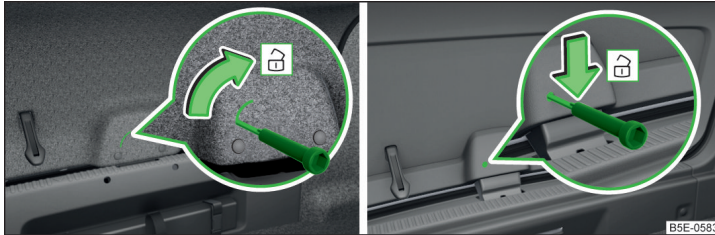

Abb. 345 Klappe entriegeln: Variante 1 / Variante 2
- › In die Aussparung bzw. Öffnung in der Klappenverkleidung » Abb. 345 einen Schraubendreher oder ein ähnliches Werkzeug bis zum Anschlag einführen.